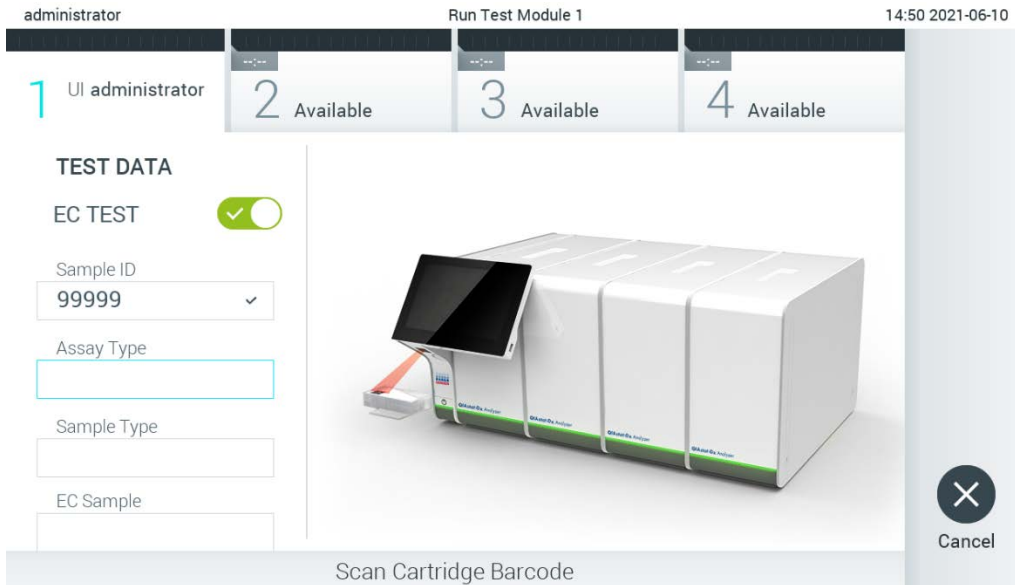

Abbildung 89: Scannen des Barcodes der QIAstat-Dx Assay-Kartusche.
4. Scannen Sie nach Aufforderung den Barcode der zu verwendenden QIAstat-Dx Assay-Kartusche. Der QIAstat-Dx Analyzer 1.0 erkennt den durchzuführenden Test automatisch anhand des Barcodes der QIAstat-Dx-Assay-Kartusche (Abbildung 89, nächste Seite).